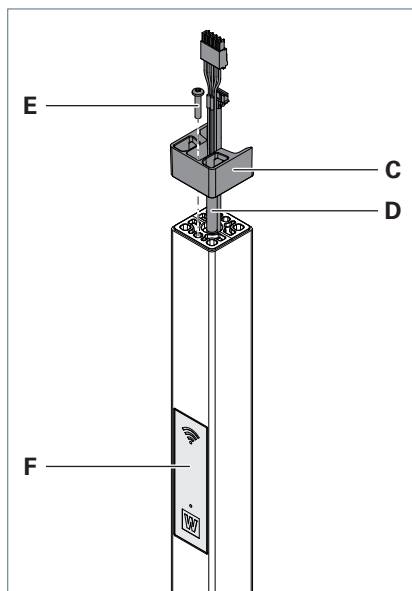

Fig. 2: Monter l'adaptateur sur le bras vertical.
- Faites passer les câbles **D** par le bas dans l'adaptateur **C** et placez l'adaptateur sur le bras vertical, voir Fig. 2.